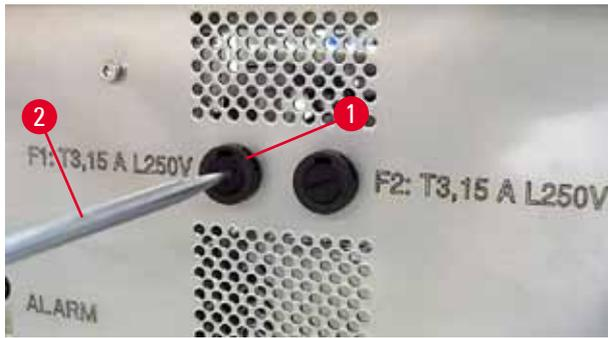

Fig. 62
- Verifique se um dos dois fusíveis secundários (→ "Fig. 61") está defeituoso (F1, F2 no painel posterior do aparelho (→ "Fig. 62")).